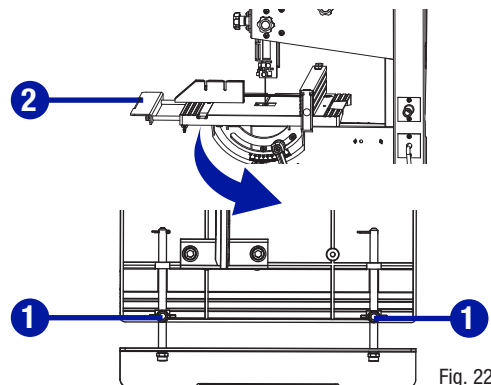

Fig. 22
**UTILISATION DE LA RALLONGE DE LA TABLE (Fig. 22)**